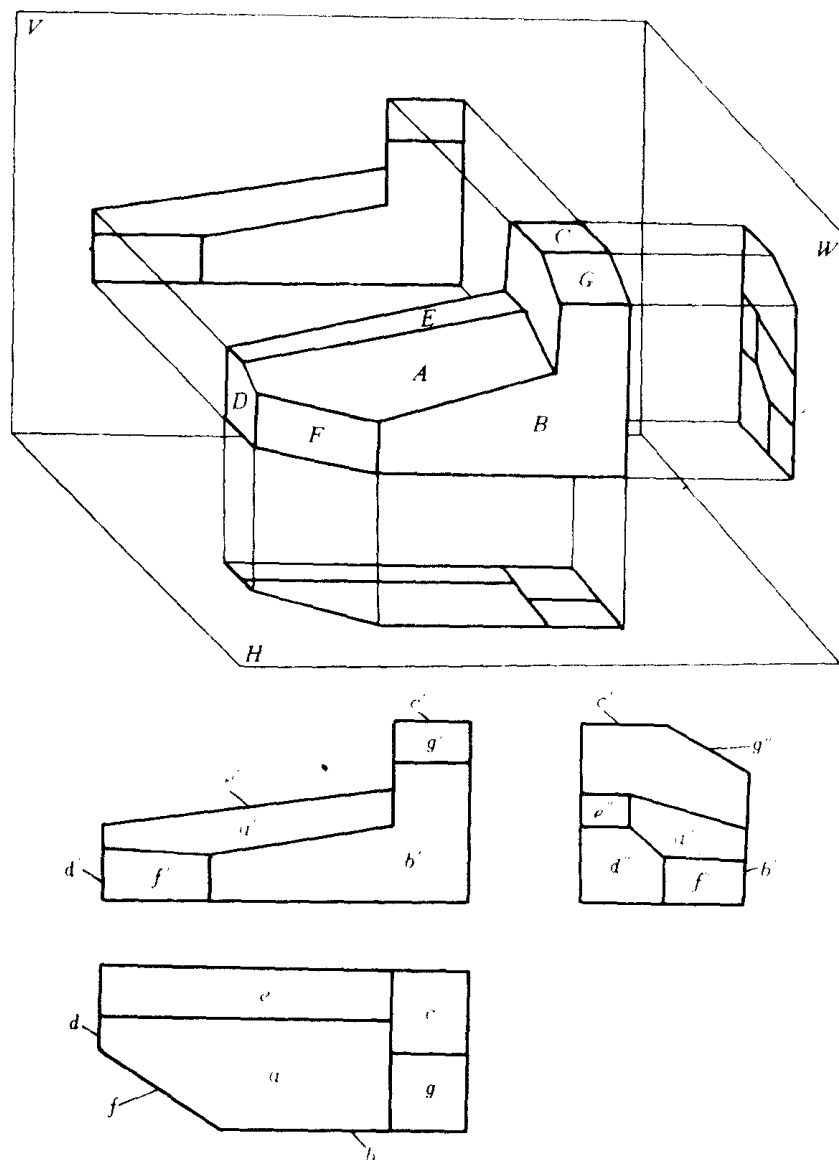

图 1-6 平面在三个投影面中的投影
① 一般位置直线 如 VI X 直线。投影特性是：在三个投影面上的投影均为倾斜的线，且线长小于实长。
② 投影面平行线 分三种：正平线，如 I II 直线；水平线，如 VII K 直线；侧平线，如 IV V 直线。投影特性是：在所平行的投影面上的投影是一条斜线，反映实长，其余两个投影是横平线竖直线，且不反映实长。
③ 投影面垂直线 分三种：正垂线，如 III N 直线；铅垂线，如 VII VIII 直线；侧垂线，如 V VI 直线。投影特性是：在所垂直的投影面上的投影积聚成一点，其余两投影是横平线或竖直线且反映实长。
2) 平面在三投影面中的投影, 如图 1-6 所示。